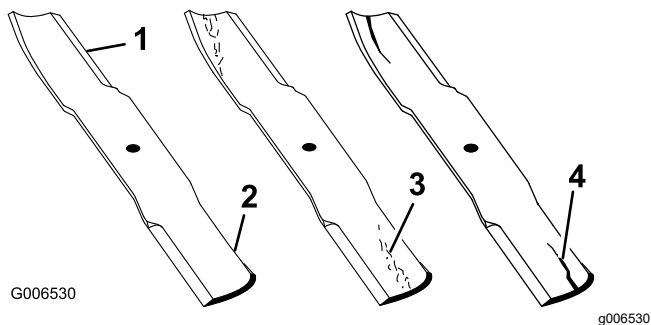

Figure 54
- Examinez le tranchant des lames (Figure 54).
- Remplacez immédiatement toute lame fendue, usée ou qui présente une entaille sur cette partie (Figure 54).